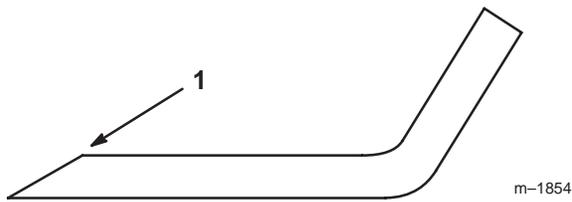

Bild 32
- Schärfen Sie die Schnittkante an beiden Enden des Schnittmessers im Originalwinkel mit einer Feile (Bild 32).